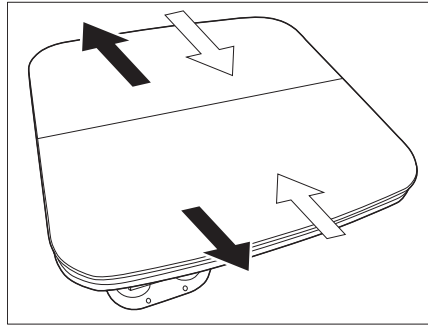

Fig. 100 Écarter l'une de l'autre les parties extérieures
- Écarter l'une de l'autre les parties extérieures de la table (Fig. 100 - flèches noires).
- Rapprocher les parties extérieures de la table (Fig. 100 - flèches blanches).